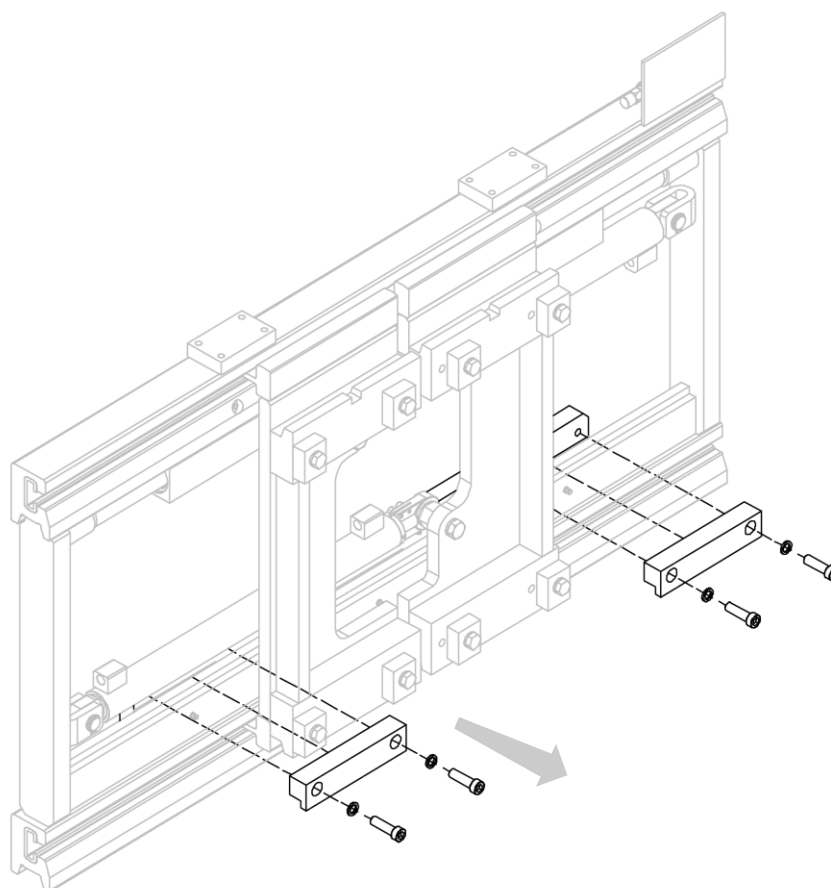

Figura 4
4. Retirar los ganchos inferiores que aseguran la estructura delantera a la trasera (mira *Figura 4*).